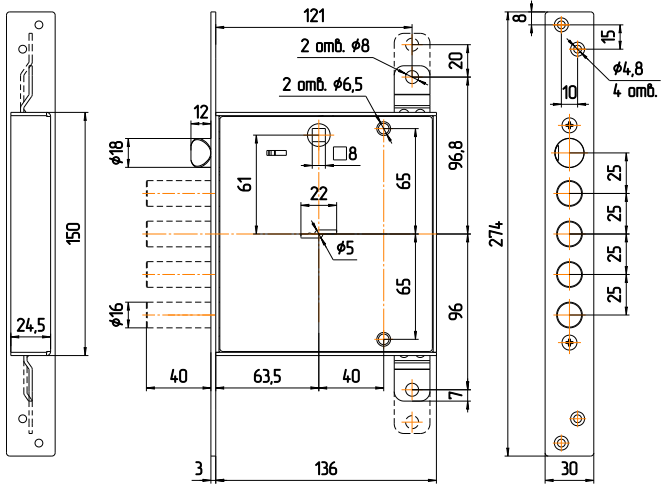

Рис.2
5.1. Произвести разметку и выполнить на полотне двери гнездо для корпуса замка, отверстия для ключа, для стержня ручек фалевых, 2 отв. для крепления накладок, а в дверной коробке – отверстия для пальцев засова, защелки (см. рис.2).